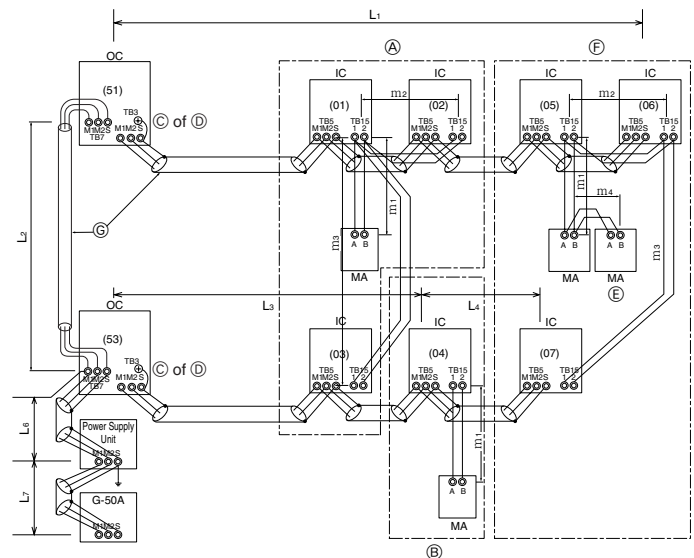

Fig. 6-3
■ MA-afstandbediening (Fig. 6-3)